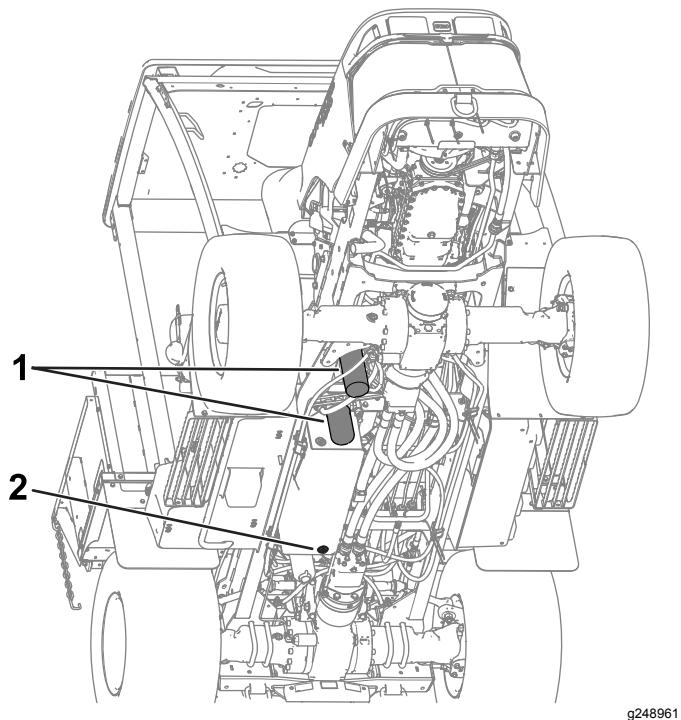

Рисунок 114
- Снимите пробку сливного отверстия с нижней части бака и дайте гидравлической жидкости стечь в сливной поддон (Рисунок 114).
- Поместите поддон под фильтр, а затем снимите фильтр (Рисунок 114).